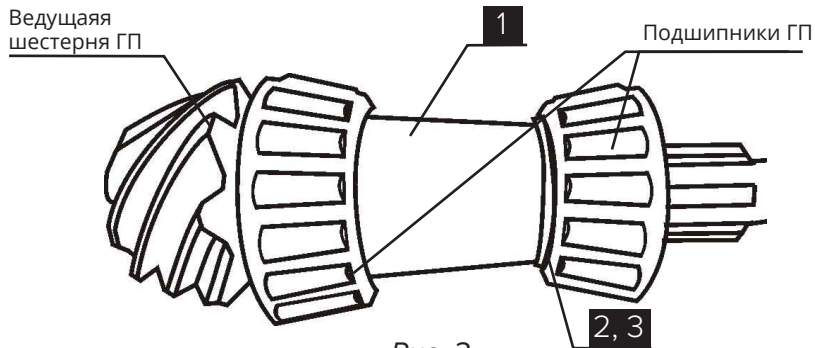

Рис. 2
3) Установите втулку **[1]** между подшипниками главной пары (**рис. 2**)